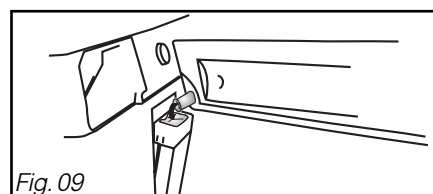

Fig. 09
- Remplissez le réservoir (Fig. 09).